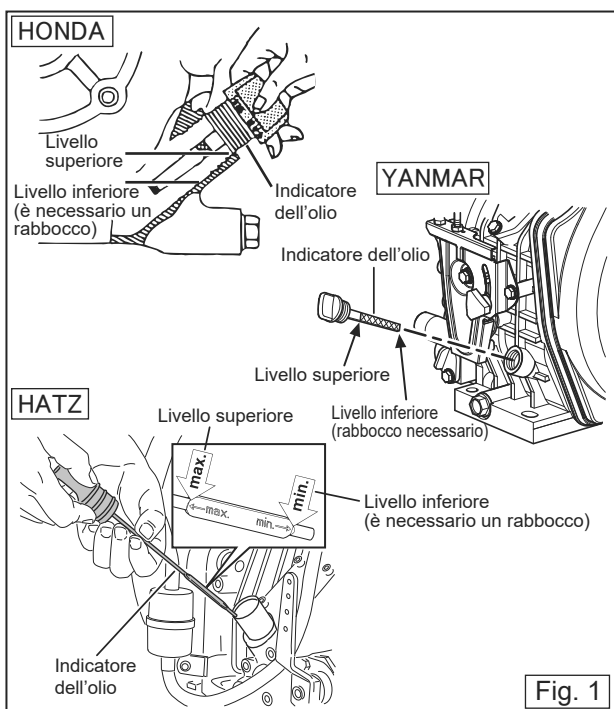

Fig. 1
- Controllare il livello dell'olio. Se il livello dell'olio è basso, rabboccare l'olio. (Fig.1)